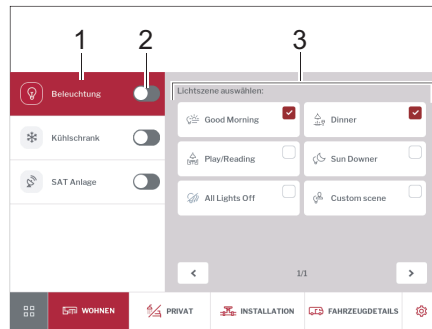

Bild 260 Belysning
- Med skjutreglaget (Bild 260,2) sätter du på och stänger av belysningen.
- Klicka på knappen *Belysning* (Bild 260,1).
Välj ljusscen på kontrollpanelen (Bild 260,3).